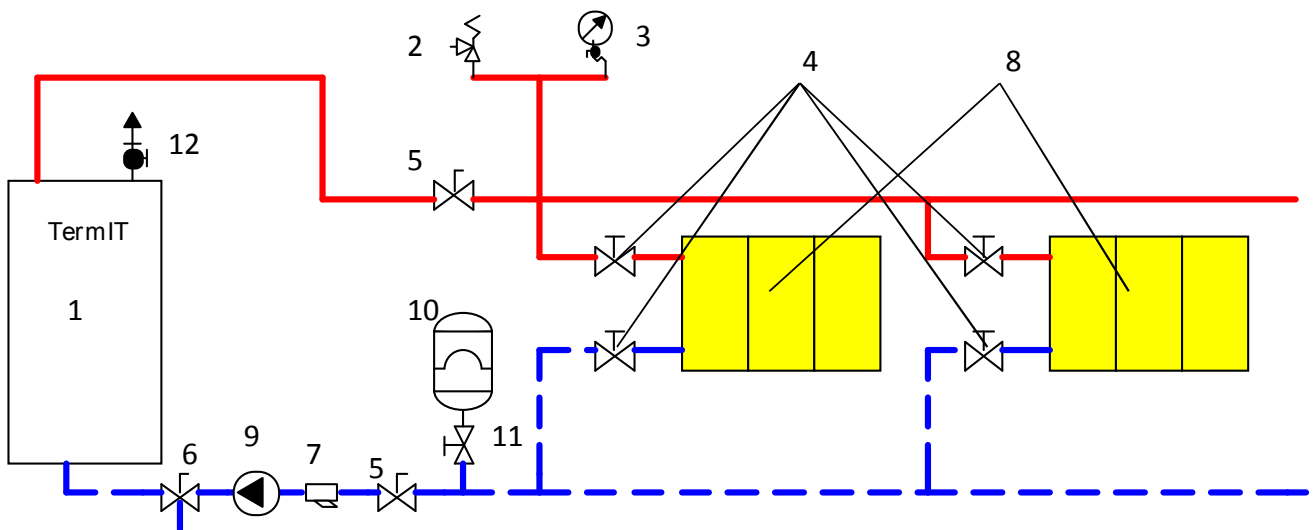

Рисунок 4 – Схема підключення котла в систему з примусовою циркуляцією
2.2.8 На рис. 4 представлена схема використання котла в опалювальній системі закритого типу з примусовою циркуляцією теплоносія за допомогою насоса, на вході якого встановлений фільтр 4. Запірний ventиль 3 розташований в нижній точці зворотнього трубопроводу 7 призначений для первинного заповнення і регулярного поповнення системи теплоносієм (водою), до тиску в системі 1 bar (1 кг/см²) а також для зливання води з системи опалення.